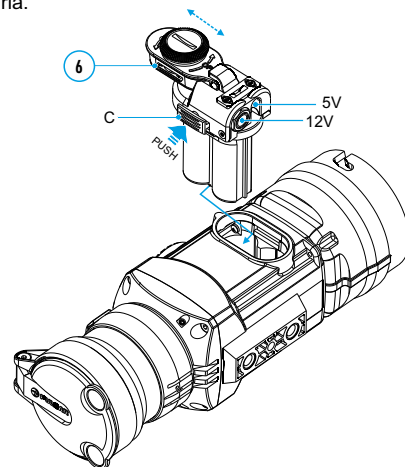

Fig. 3
- Installare l'adattatore nel vano batteria del monocolo (**vedi fig. 3**).
- Assicurarsi che le chiusure dell'adattatore (C) siano schiacciate su entrambi i lati.
- Fissare il tappo (6) sull'adattatore (**vedi fig. 3**).
- Accendere l'apparecchio con una breve pressione del tasto "ON/OFF" (9).